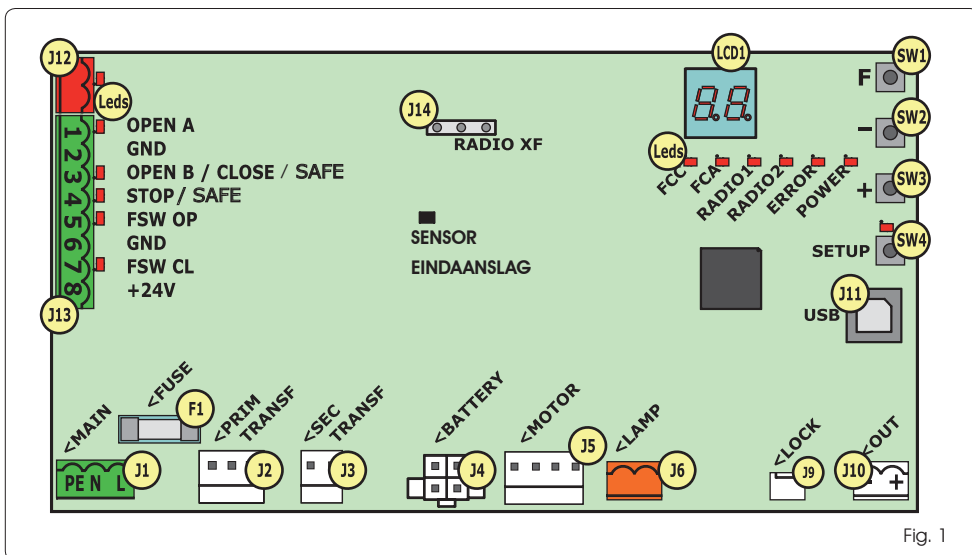

Fig. 1
- Als er geen enkele BUS-2EASY-inrichting wordt gebruikt, moet de BUS-2EASY-connector vrij worden gelaten (J12 - fig. 1).**